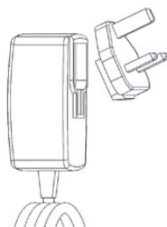

Figura 3 - Alimentatore
- Il caricabatterie è fornito di un set di adattatori per l'utilizzo in diversi paesi (figura 3)